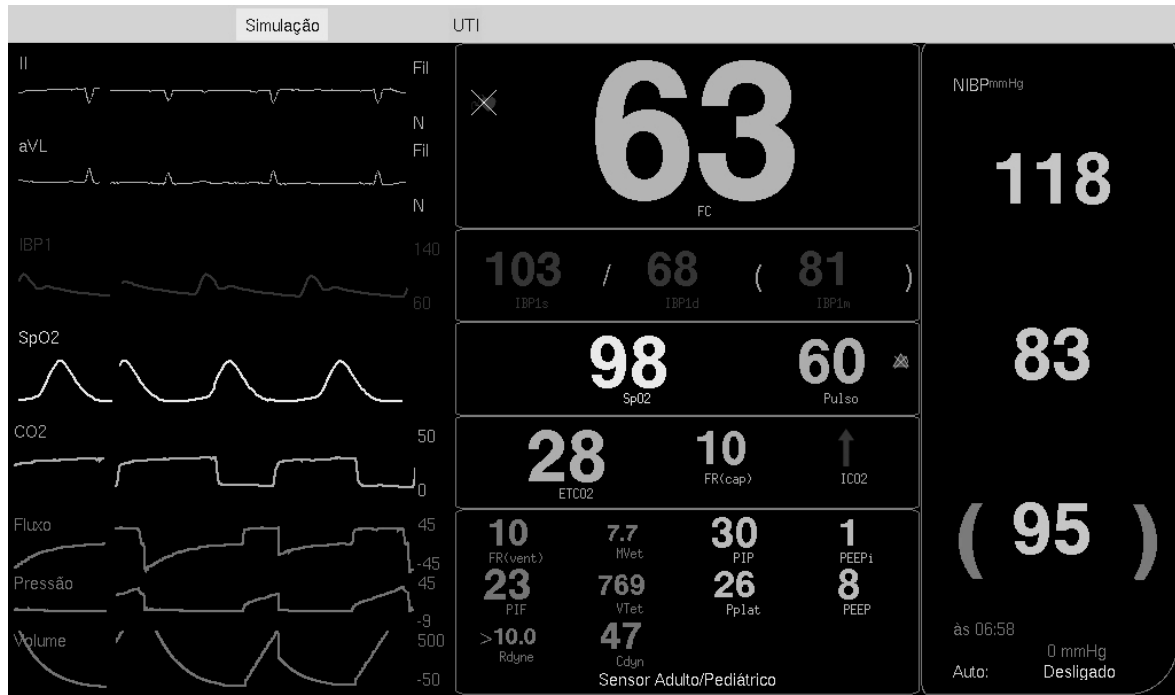

Figura 1.3-5: Exemplo de tela do DX 2023 com prioridade para Valores numéricos
- Tela parâmetros: Neste formato de tela é dada ênfase aos valores numéricos (parâmetros), mas também são mostradas as curvas. Vide exemplo na figura 1.3-5;